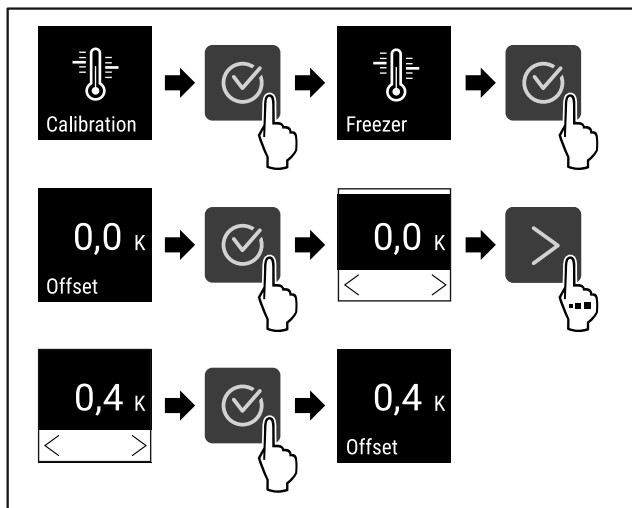

Fig. 96
- ▶ Izvedite zahtevane korake (glejte Fig. 96).